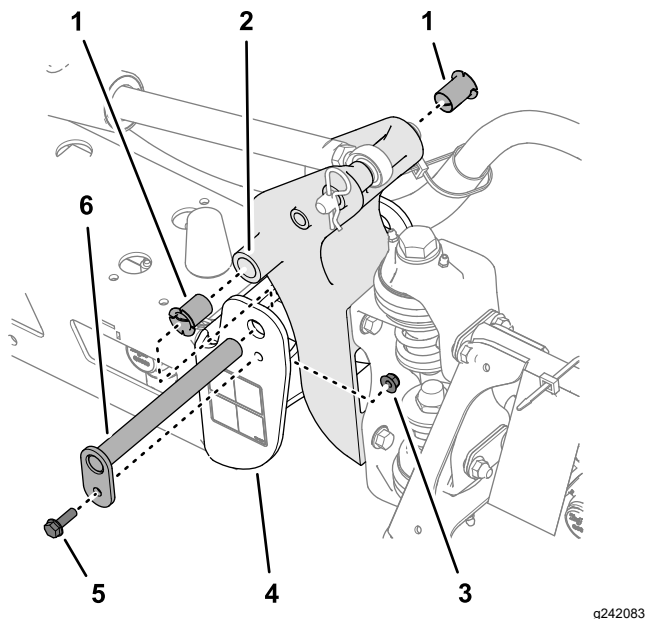

Figure 115
3. Retirez le boulon et l'écrou qui fixent l'axe de pivot, et déposez celui-ci (Figure 115).
5. Déposez et examinez les bagues en nylon à l'avant et à l'arrière du support de pivot (Figure 115).
6. Lubrifiez les bagues en nylon avec un peu d'huile et insérez-les dans le support de pivot (Figure 115).
7. Alignez les trous du support de pivot et les trous du profilé d'extrémité (Figure 115).